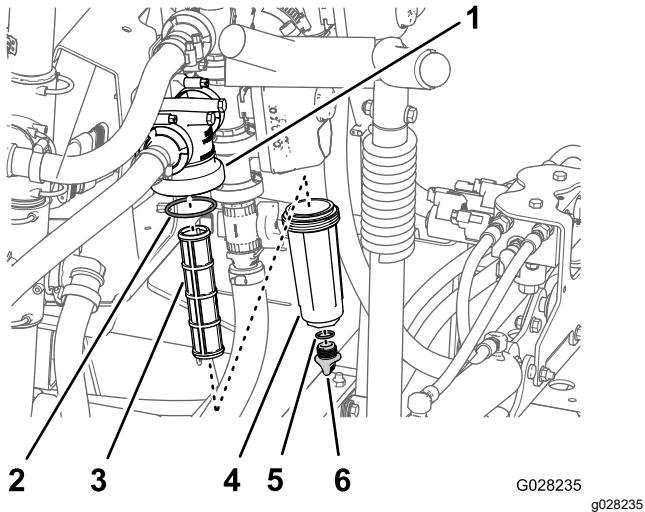

Bild 56
- Stellen Sie eine Auffangwanne unter den Druckfilter (Bild 56).
- Drehen Sie die Ablasskappe nach links und nehmen sie von der Glocke des Druckfilters ab (Bild 56).
- Drehen Sie die Glocke nach links und nehmen den Filterkopf ab (Bild 56).
- Entfernen Sie den Druckfiltereinsatz (Bild 56).
- Prüfen Sie die Dichtung für die Ablassschraube (in der Glocke) und die Dichtung für die Glocke (im Filterkopf) auf Beschädigungen und Abnutzung (Bild 56).
- Setzen Sie den Druckfiltereinsatz in den Filterkopf ein (Bild 56).
- Befestigen Sie die Glocke am Filterkopf und ziehen sie mit der Hand an (Bild 56).
- Befestigen Sie die Ablassschraube am Anschlussstück unten an der Glocke und ziehen sie mit der Hand an (Bild 56).